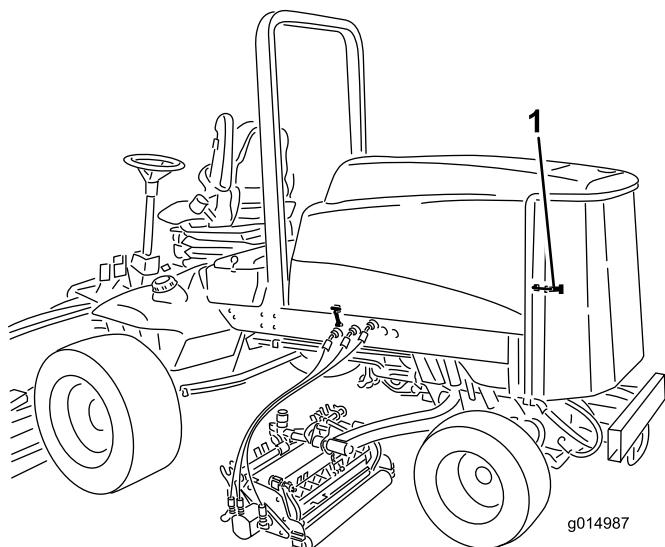

図 70
1. 後スクリーン図 70のラッチをはずして後部を開ける。スクリーンを丁寧に清掃する。